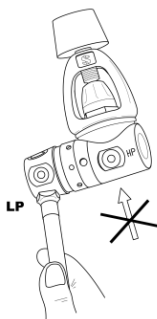

fig. 1
Conecte el latiguillo de baja presión (LP) de la válvula de inflado o A.I.R 2 a una salida de baja presión no utilizada de la primera etapa, que debe tener la misma rosca (fig. 1).